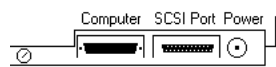

Figure 1 : côté arrière du scanner
2. Prenez le câble d'interface de la boîte d'emballage et branchez-le sur l'entrée 'Computer' (Ordinateur) (figure 1) du scanner et vissez la fiche ;
4. Branchez le transformateur d'alimentation sur l'entrée 'Power' (Puissance) (figure 1) ;